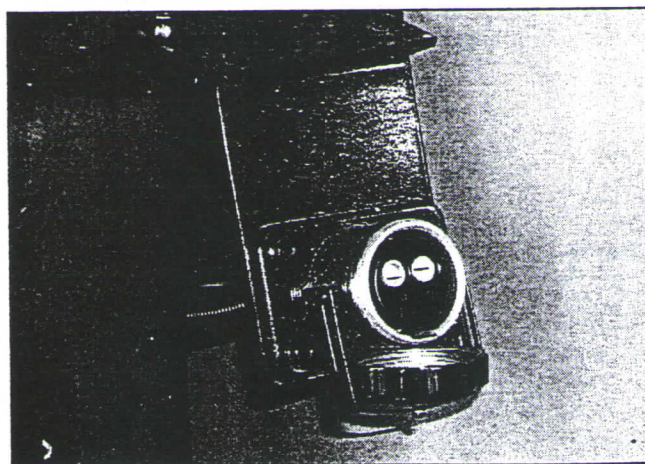

Fig. 111/1 Tomada para partida externa
- Verifique o estado de limpeza da tomada para partida externa (Fig. 111/1) e elimine eventuais detritos.